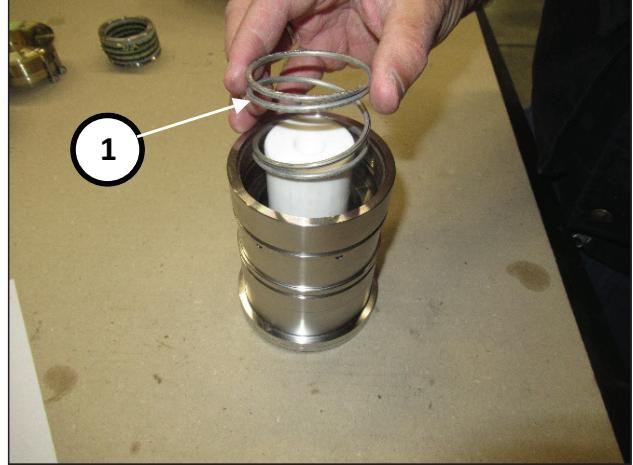

Fig. 176
Insira a mola na camisa (pos. ①, Fig. 176)